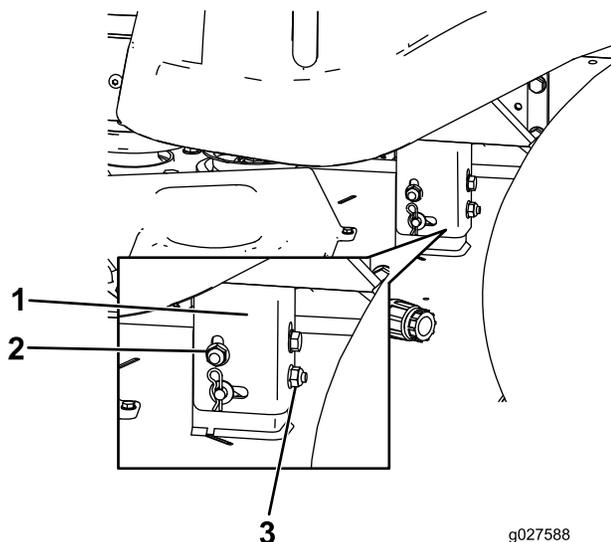

Figura 58
8. Eleve o baje el lado izquierdo de la carcasa de corte girando la tuerca trasera (Figura 58).